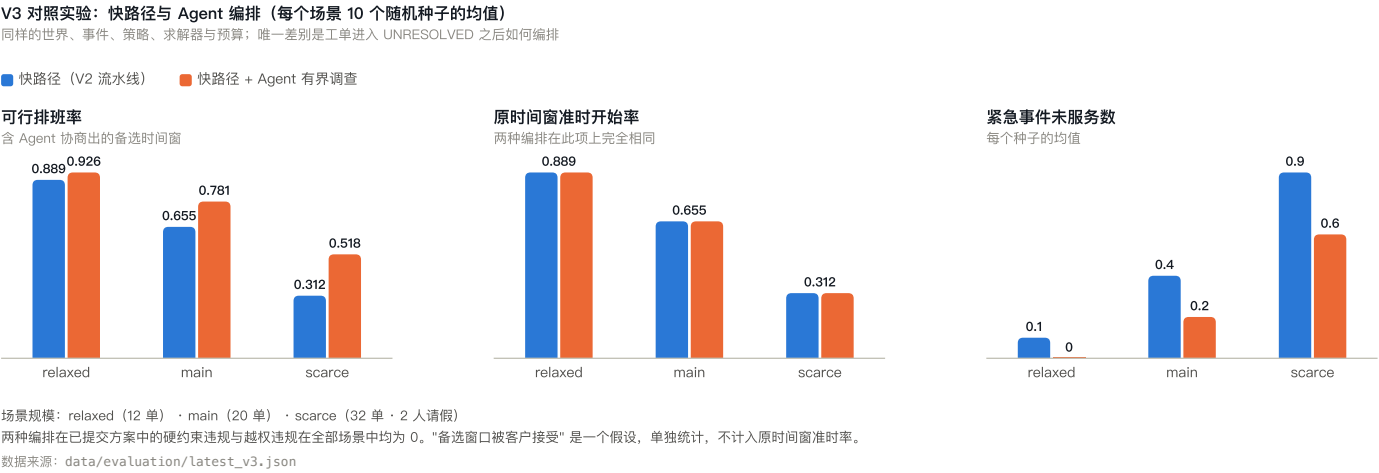

图 24–2 V3 编排策略对照实验结果。中间面板中两种编排的取值完全相同。
- 2. 成本随资源稀缺度上升。工具调用、方案搜索次数与处理耗时在 scarce 场景中显著高于 relaxed 场景（图 24–3）。